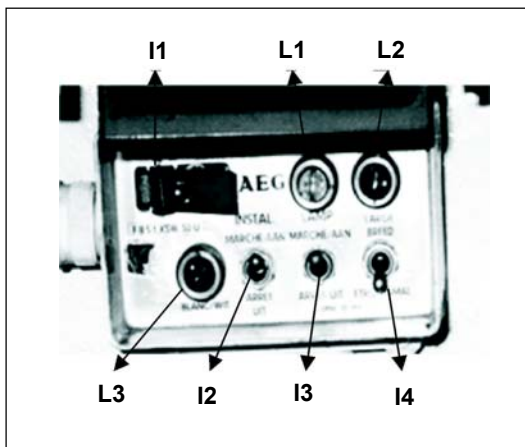

Fig 4-7. Caixa de comando do projetor
- (1) Lâmpada
- (2) Botões:
- (3) Disjuntor
**g. Caixa de comando do projetor** (Fig 4-7) - Localizada à direita do Cmt CC, acima da caixa de comando do Cmt CC, é composta de: